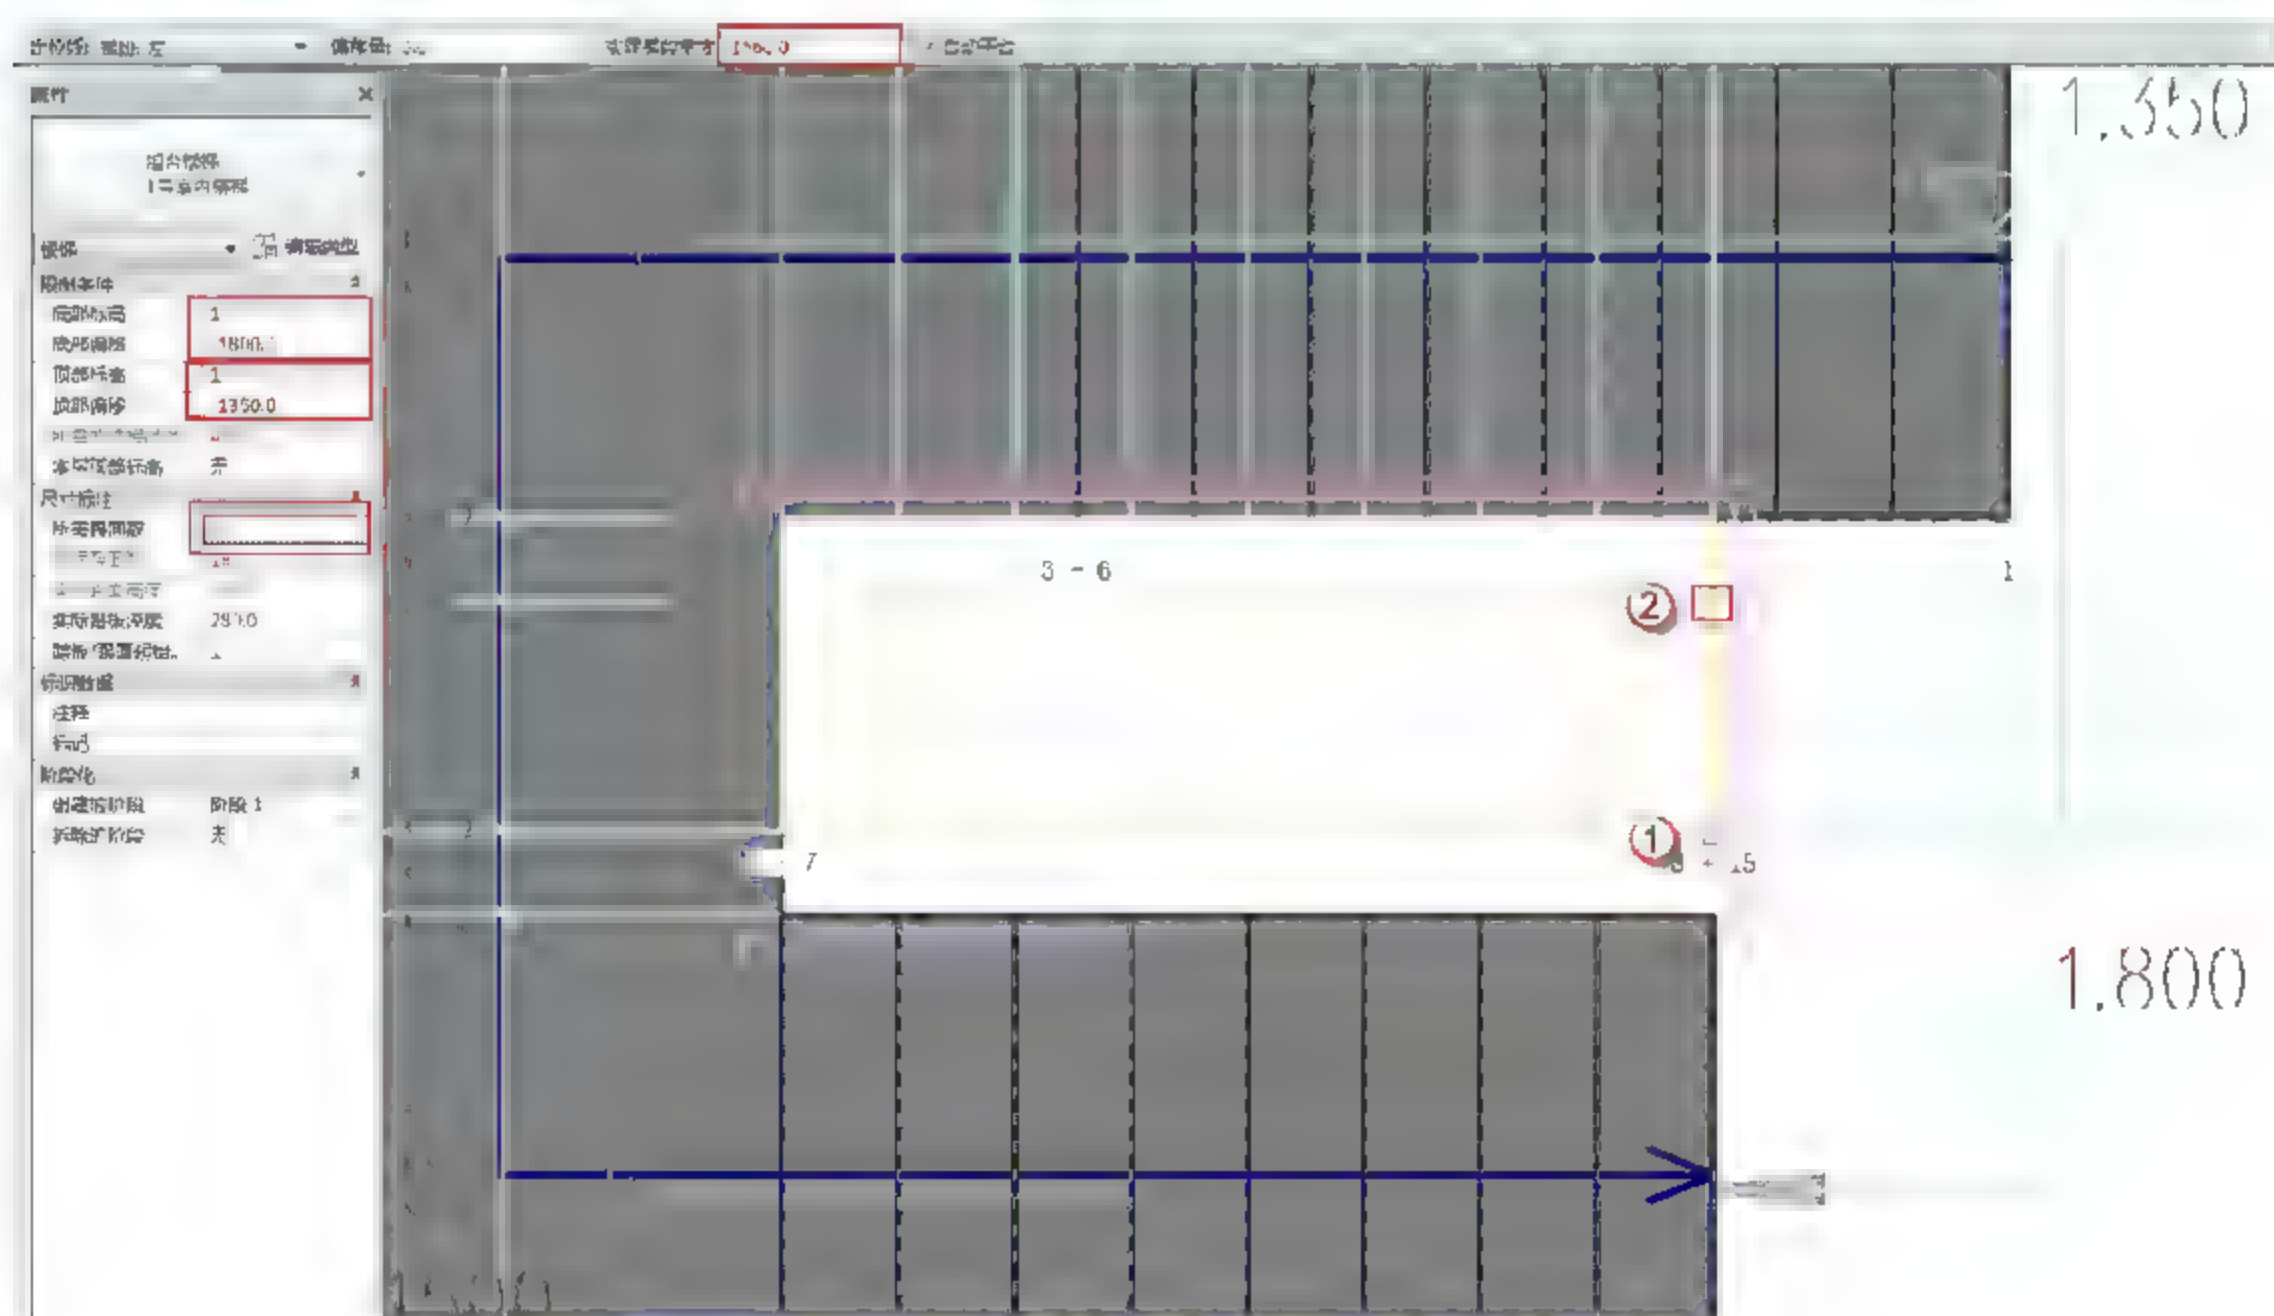
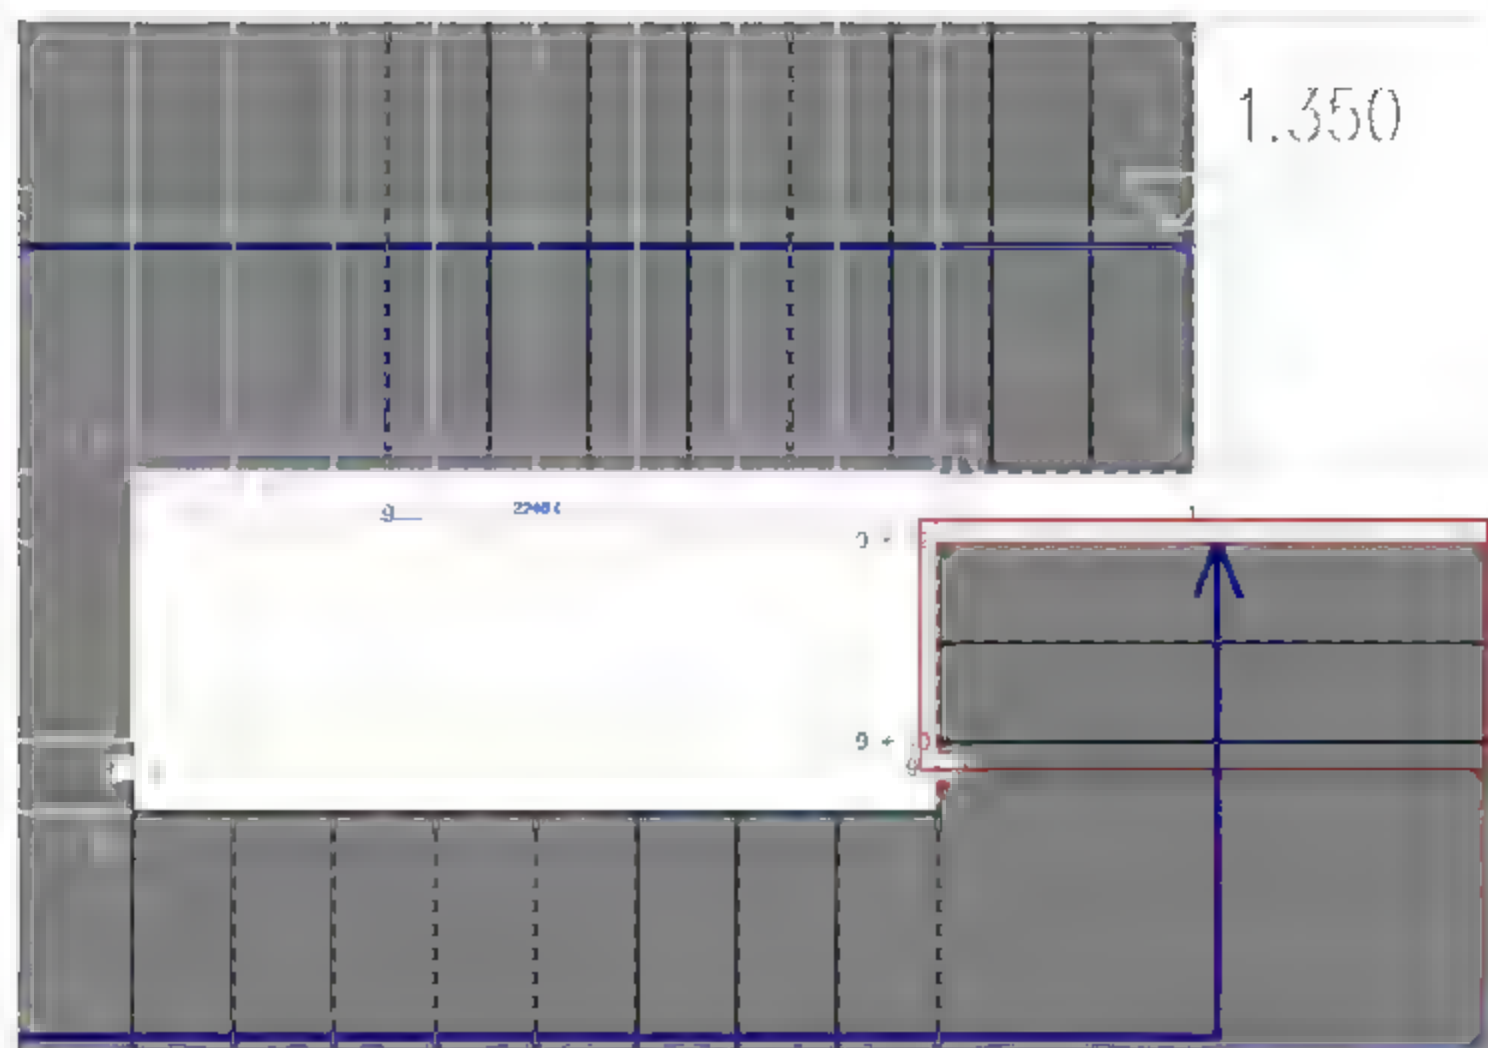

图 11.2.49 绘制第三梯段
图 11.2.50 第三梯段完成
(14) 绘制楼梯第三梯段。捕捉楼梯梯段的起始点“1”点，沿竖直方向参照线向上绘制至梯段的终点“2”点，如图 11.2.49 所示。第三梯段绘制完成后会自动生成休息平台即完成绘制。绘制完成效果如图 11.2.50 所示。